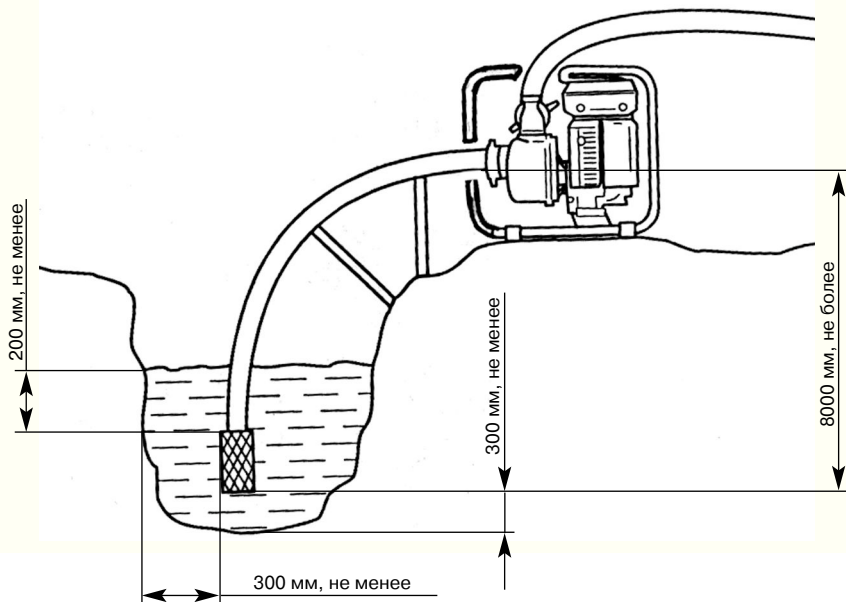

рис. 4
- 6.7. Установить мотопомпу вблизи водоема (емкости); опустить фильтр всасывающего рукава в водоем, обеспечив вертикальное положение фильтра, как показано на рис. 4; отвернуть верхнюю пробку 10; залить через воронку чистую воду до полного заполнения внутренних полостей насоса, напорный рукав у патрубков при этом должен быть выше на 70—100 мм от корпуса насоса. Признаком полного заполнения является отсутствие выхода воздушных пузырьков из корпуса. Плотно от руки заверните пробку 10. Мотопомпу установить на ровную площадку с минимально возможным наклоном относительно горизонтальной поверхности, но не более 10° во избежание поломки двигателя из-за недостаточной смазки.
- установить мотопомпу как показано на рис. 4;